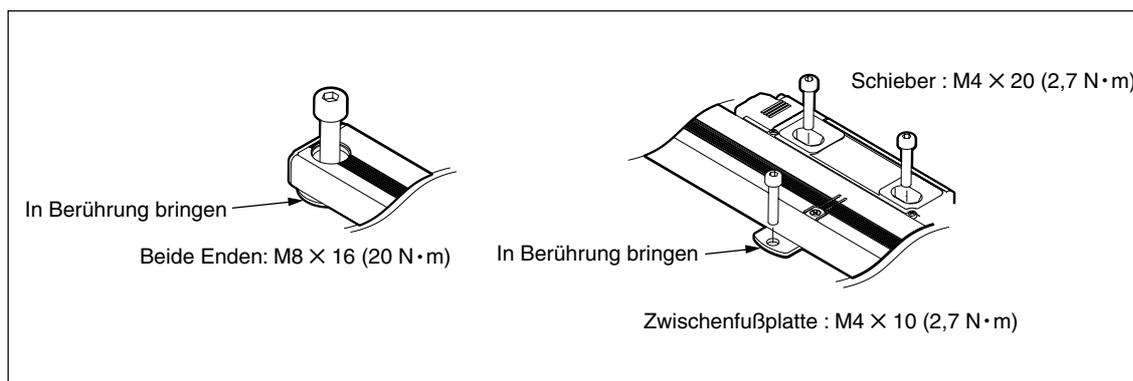

Abb. 2-4
- Ziehen Sie die Befestigungsschrauben zunächst provisorisch an. Legen Sie die Ausrichtung fest, und ziehen Sie dann die Schrauben zur Befestigung des Maßstabs an. (stehe Abb. 2-4)